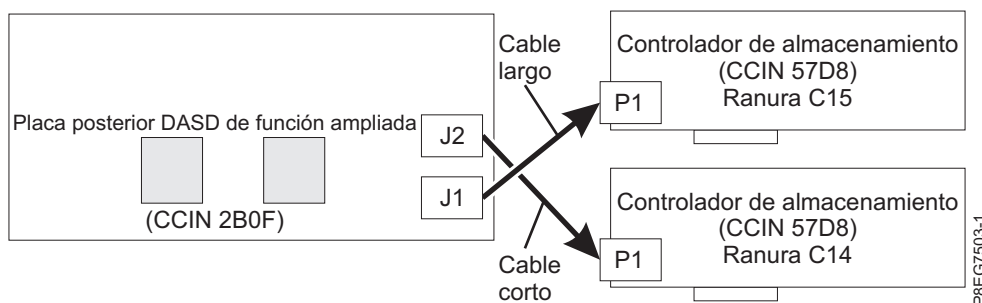

Figura 20. Reconexión del cable SAS en la configuración de función ampliada
- El cable SAS largo conecta el conector de la placa posterior de la unidad de disco inferior (J1) al conector P1 del adaptador interno SAS RAID en la ranura P1-C15. Consulte Figura 20.